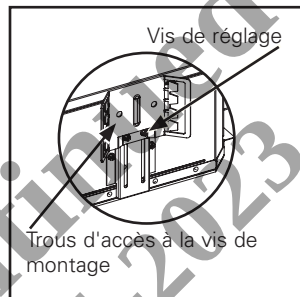
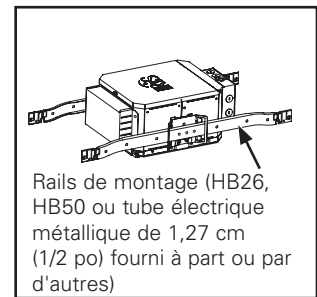

Figure 4.
Figure 5.
- La plateforme de boîtier P3LED09 est équipée de crochets de support universels (Figure 4.). La hauteur de chaque crochet de support est réglable en desserrant les deux vis de réglage, on règle ainsi la hauteur du support et resserre les vis de réglage pour fixer le support en place.
- Cette plateforme du boîtier doit être soutenue par des rails porteurs ou toute autre structure pouvant supporter un poids de luminaire de 4,5 kg (10 lb) (Figure 5.). Pour adapter l'espacement plus serré des solives, retirez les crochets de support universels en réglant le support dans la position la plus haute et en enlevant les vis de montage (Figure 4.). Après avoir enlevé les crochets de support, remettez les vis de montage sur le boîtier pour conserver une structure hermétique.